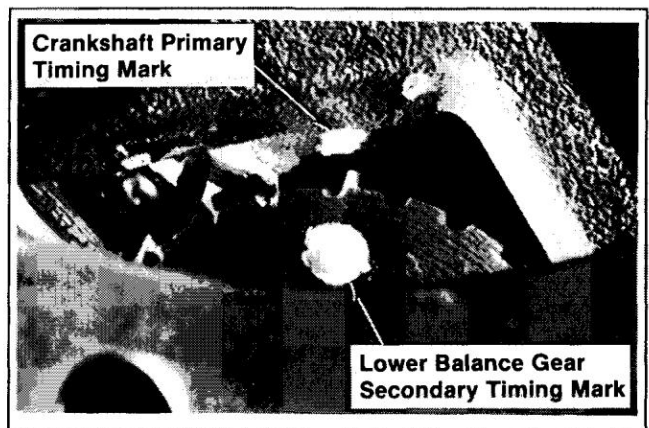

Figure 12-23. Alignement du pignon de vilebrequin/du pignon d'équilibrage inférieur.
- Le repère de calage primaire sur le vilebrequin doit s'aligner avec le repère de calage secondaire sur le pignon d'équilibrage inférieur. Reportez-vous à la Figure 12-23.
6. Fixez le balancier inférieur à l'arbre tronqué à l'aide d'une (1) entretoise de cale de 0,020" et d'un anneau de retenue (bord arrondi vers l'engrenage). Vérifiez le jeu axial du pignon d'équilibrage inférieur comme indiqué dans « INSTALLATION DES PIGNONS D'ÉQUILIBRAGE ».